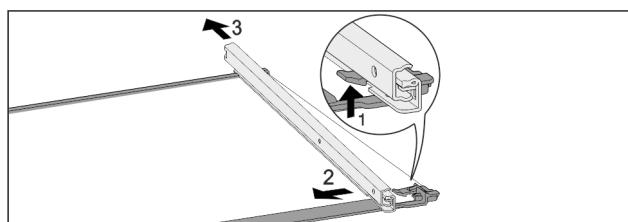

Fig. 84 Steklena plošča z vodili
- Sprednji zaskočni kaveljček potisnite navzgor. Fig. 84 (1)
- Izvlečno vodilo potisnite Fig. 84 (2) na stran Fig. 84 (3) in nazaj.